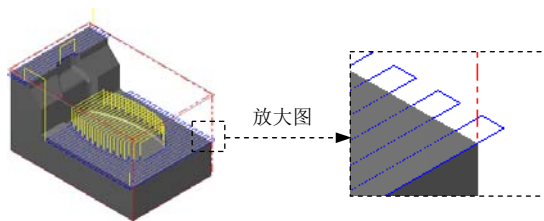

图 3.20 刀具路径
(1) 设置曲面参数。在“曲面精加工平行铣削”对话框中单击 **曲面参数** 选项卡, 在 **预留量** 文本框中输入值 5.0。
(2) 设置精加工平行铣削参数。在“曲面精加工平行铣削”对话框中单击 **精加工平行铣削参数** 选项卡, 然后在 **大切屑间距 (M)** 文本框中输入值 5.0, 在 **加工方式** 文本框中输入值 90.0。
(3) 单击 **间隙设置 (G)...** 按钮, 在系统弹出的“刀具路径的间隙设置”对话框中选中 ☒ **刀具沿着切削范围的边界移动** 复选框, 在 **切线的长度** 文本框中输入值 6.0。单击 按钮, 系统返回至“曲面精加工平行铣削”对话框。
Step7. 单击“曲面精加工平行铣削”对话框中的 按钮, 同时在图形区生成图 3.20 所示的刀具路径。